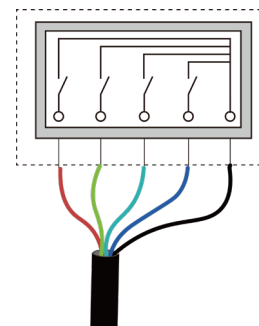

Abb. 61. Netzwerkkabel am Rundsteuerempfänger
- 1. Isolieren Sie das andere Ende des Netzwerkkabels ab. Befestigen Sie den Kupferdraht an der entsprechenden Klemme der Rundsteueranlage. (siehe Abb. 61).